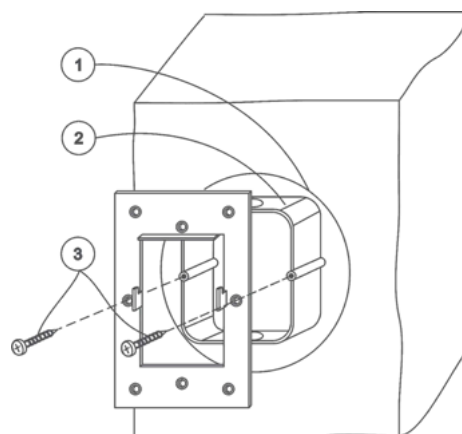

Рис.12
2. В подготовленное место установить монтажную коробку (из комплекта изделия). Коробку зафиксировать на стене саморезами через отверстия в дне коробки при помощи дюбелей, либо с помощью раствора (гипсовая, песчано-цементная смесь и пр.) (см. рис.12).
3. На установленную монтажную коробку саморезами (в комплекте) закрепить монтажную металлическую рамку (из комплекта изделия). Выступы, находящиеся в центральной части рамки, фиксирующие панель управления на стене должны быть ориентированы на себя, зубцами вверх. (см. рис.12).